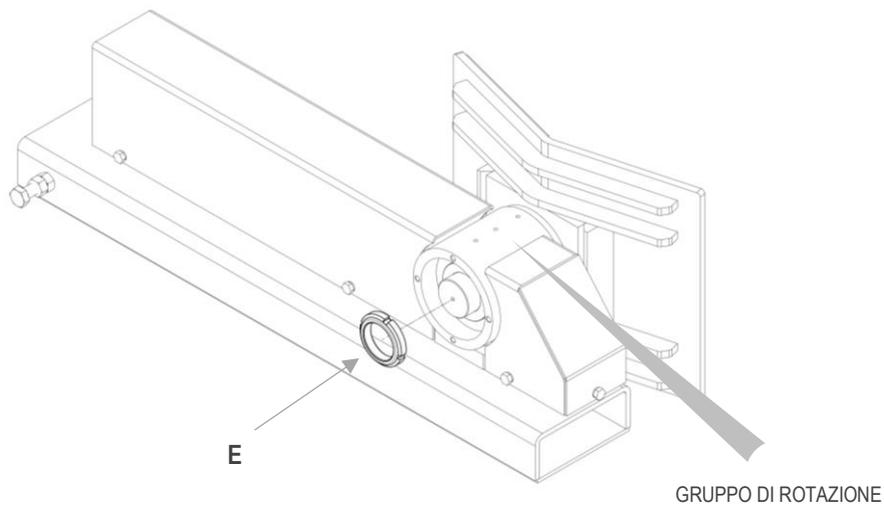

Figura 21
5. Montato il piattello, serrare la ghiera **E** (vedi Figura 21)